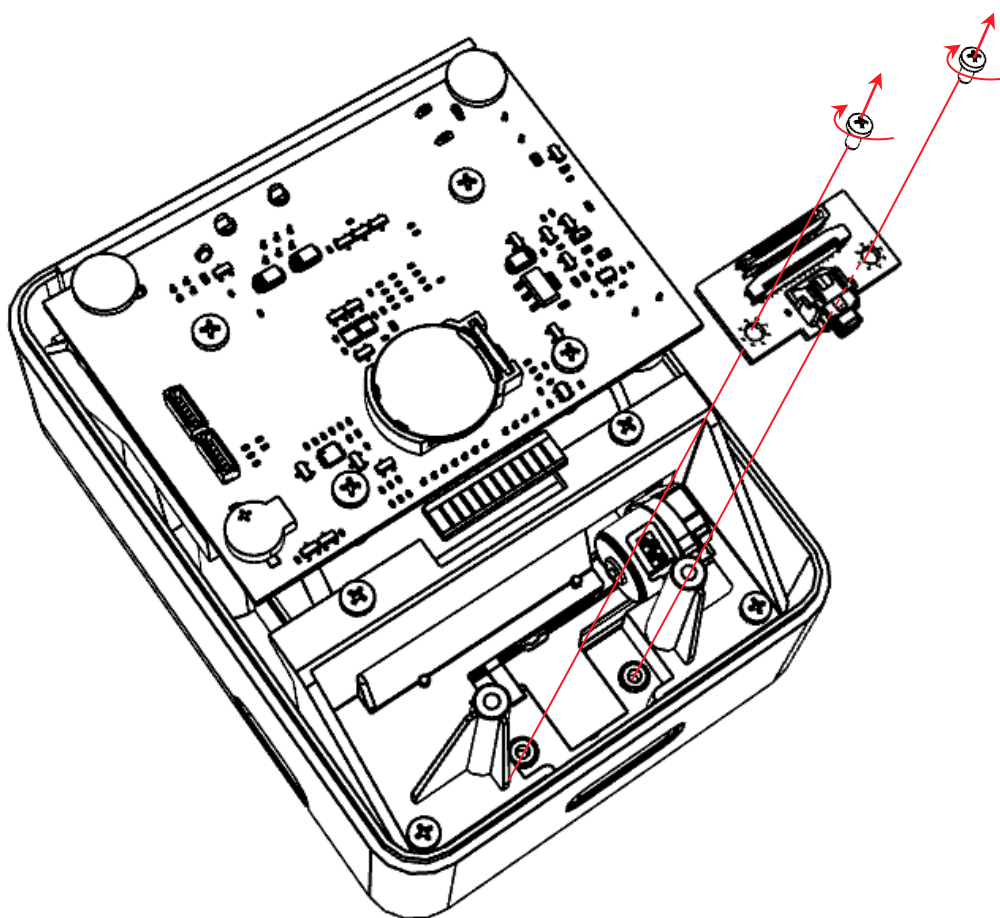

Рисунок 29. Извлечение модуля индикации
- 5** Открутить 2 винта крепления модуля индикации к верхней части корпуса, извлечь модуль индикации (см. рисунок 29), при этом учитывать положение кнопки, которая установлена на внутренней поверхности верхней части корпуса ККТ.
- 9** Зафиксировать модуль индикации в верхней части корпуса, вкрутив 2 винта (см. рисунок 29).